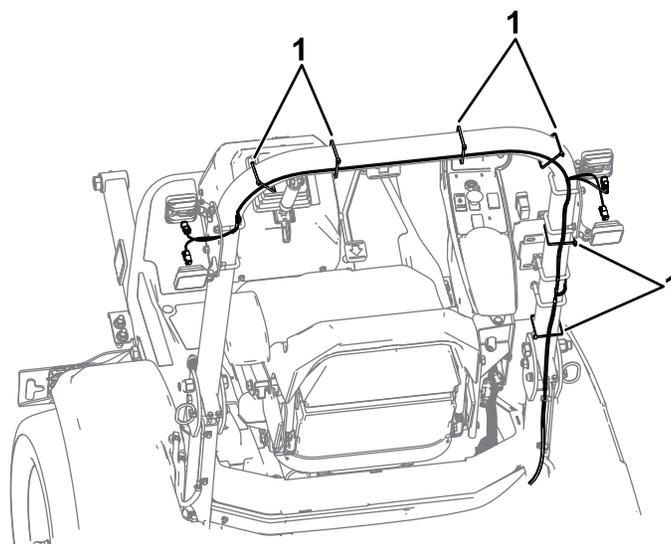

Figura 4
- Disponete il cablaggio preassemblato e fissatelo senza serrarlo al roll bar con fascette per cavi come illustrato nella Figura 4.